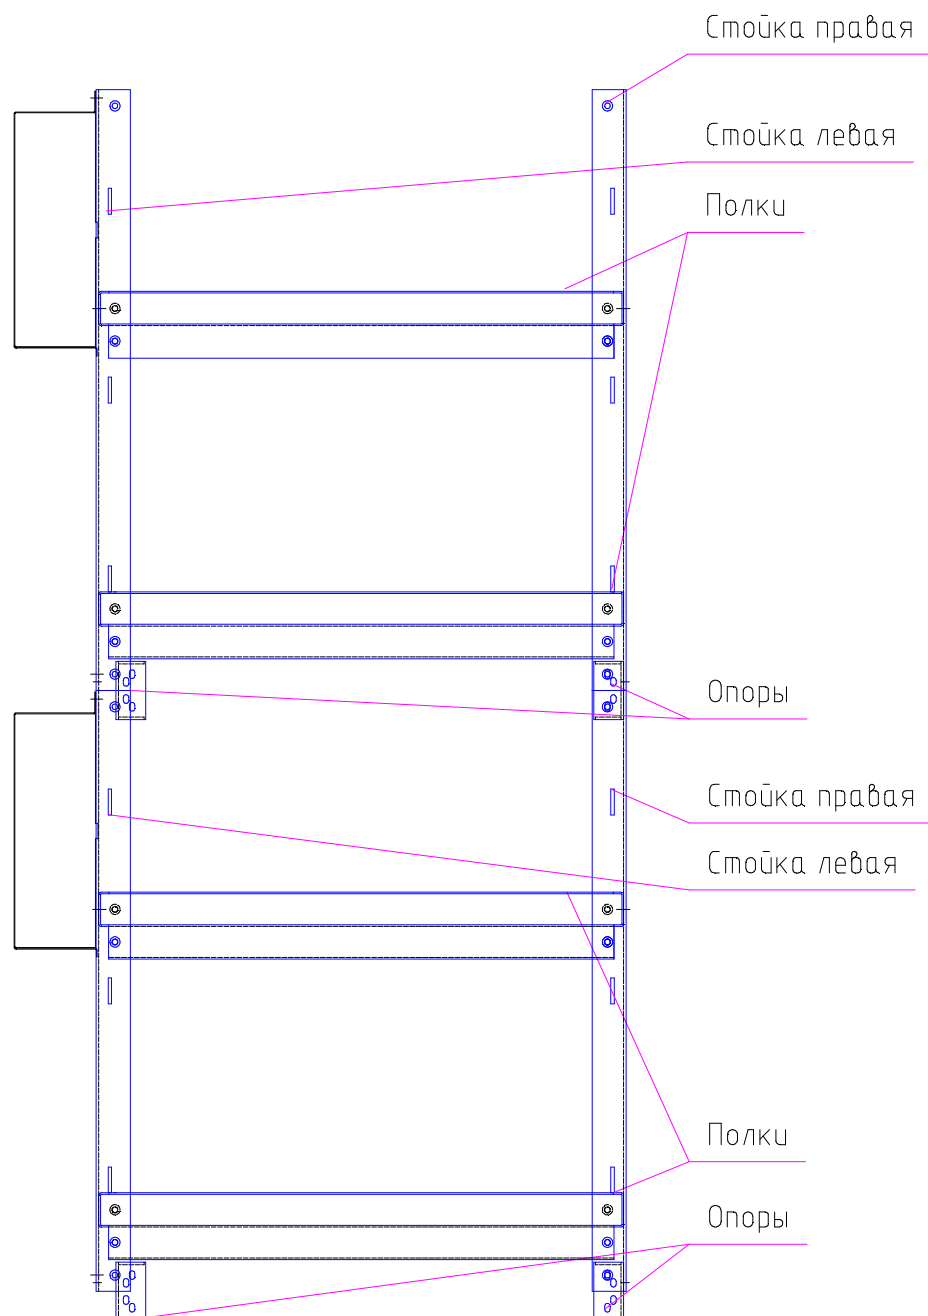

Рисунок 4.6 – Вид двух собранных и соединенных стеллажей MBS-02.
4.9 Для масштабирования стеллажей в высоту необходимо после пункта 4.3 закрепить опоры верхнего стеллажа на стойках нижнего (рисунок 4.6).